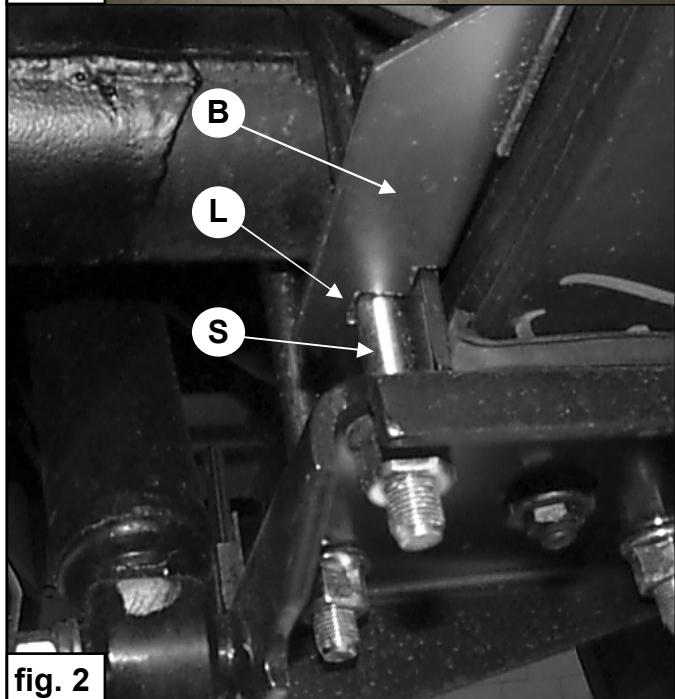

fig. 2
4. Setzen Sie den Federteller **B** vorn der Hinterachse auf die Blattfeder. Achten Sie darauf, daß die Aussparung im Metallstreifen **L** sich um Federklamme **S** festhakt. Siehe Bild 2.
4. Montez le support **B** avant l'essieu arrière sur la lame ressort. Veillez à ce que le cran de la plaque **L** accroche l'étrier de ressort **S**. Voir fig.2.
4. Montera fäste **B** till bakaxeln på bladfjädern. Notera att hacket på läppen **L** krokar i bakom fjäderklampan **S**. Se fig.2.
5. Placera fjädersäte **A** . Se fig 2.